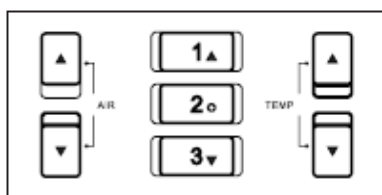

Рис. 1-6
1. Получение температуры быстрого доступа: он может быстро получить заданную температуру и возобновить обдув с помощью кнопки «1»/«2»/«3», нажав кнопку «1»/«2»/«3». (РИС. 1-6) при работе